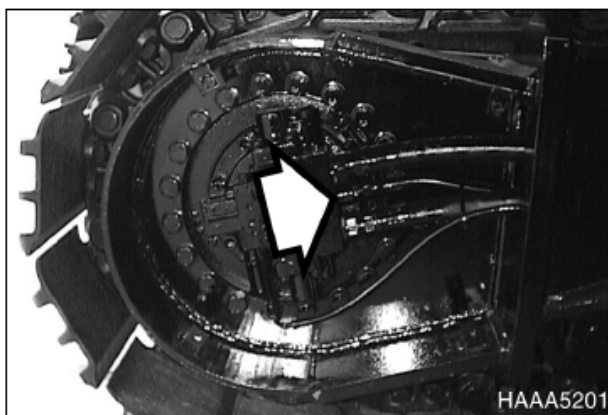

Рис. 50
2. Вращать гусеницы до тех пор, пока входные отверстия (1 и 2, рис. 50) не достигнут указанного правильного положения.